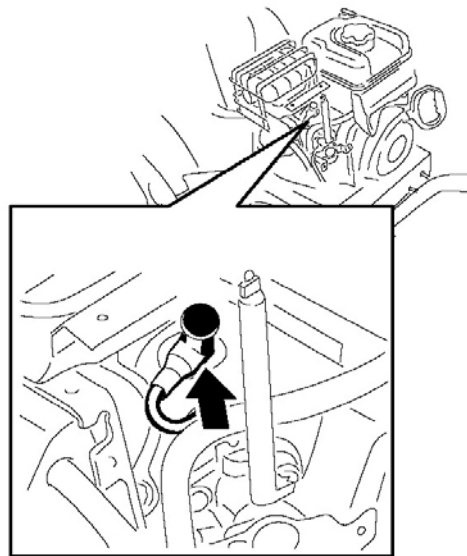

Рисунок 52.
4. Очистите поверхность вокруг основания свечи зажигания (Рис. 52).